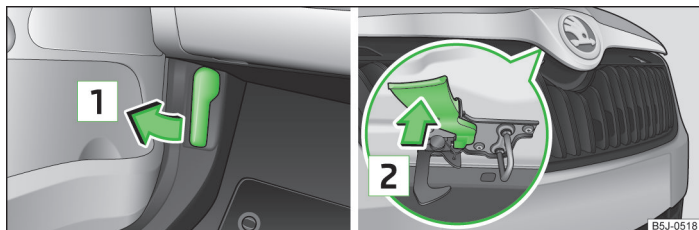

Fig. 123 Palanca de desbloqueo del capó/rejilla del radiador: Palanca de desbloqueo
- Tirar de la palanca de desbloqueo ubicada debajo del cuadro de instrumentos **1** » fig. 123.
- Presionar la palanca de desbloqueo en la dirección de la flecha **2** » fig. 123, el capó se desbloquea.